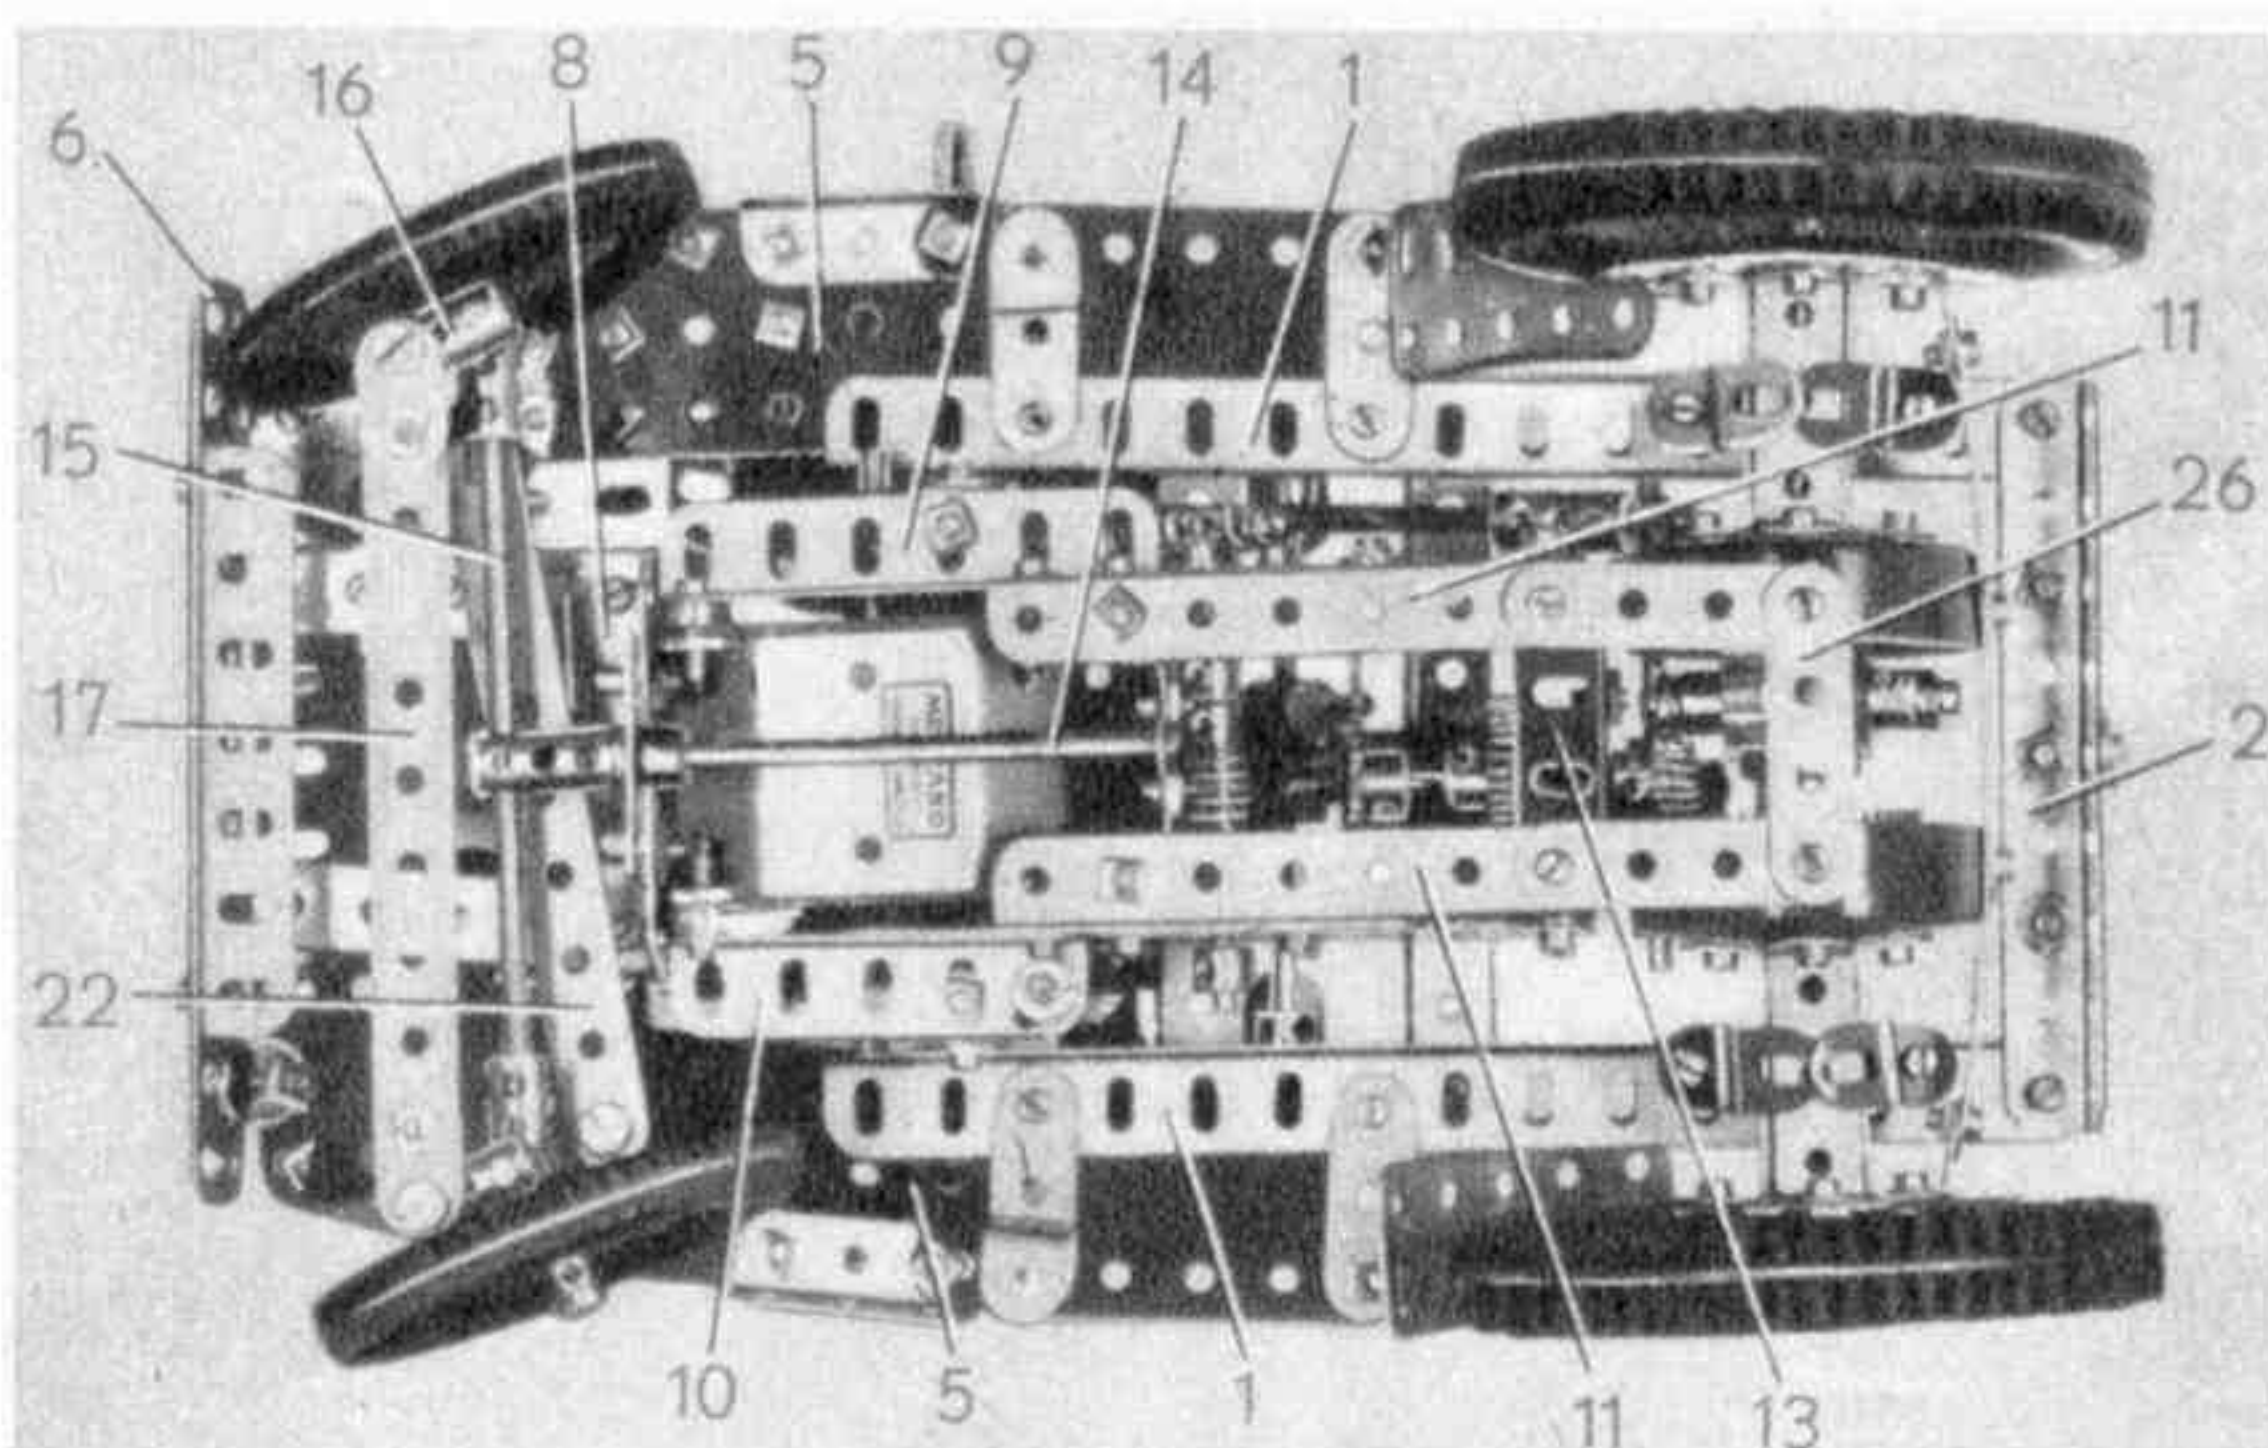

Fig. 3.
### LE CHASSIS (fig. 3).
Les joues de chaudière sont en outre assemblées par 2 bandes de 4 trous. L'une apparaît en (26) sur la figure 3, l'autre étant placée symétriquement au-dessus des joues de chaudière. Les boulons qui tiennent la bande (26) fixent également 2 bandes de 4 trous réunies aux cornières (11). La bande (26) supérieure est reliée de la même façon à la cornière (2) par 2 bandes de 4 trous.